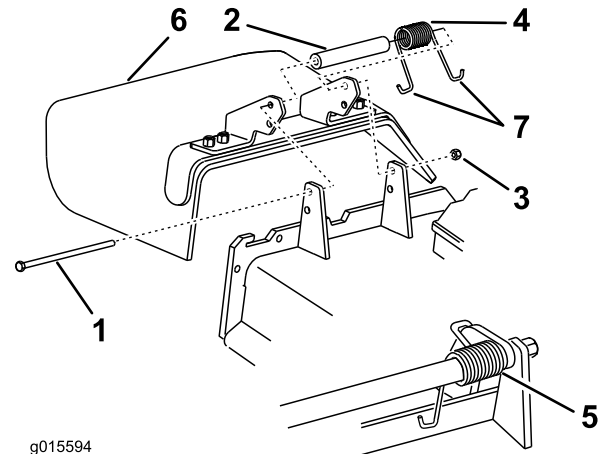

Figure 86
1. Retirez le contre-écrou, le boulon, le ressort et l'entretoise qui fixent le déflecteur aux supports de pivot (Figure 86).
Remarque: Prenez soin de placer 1 extrémité en J du ressort derrière le bord du tablier avant de mettre le boulon en place, comme montré à la Figure 86.
6. Accrochez l'extrémité en J du ressort au déflecteur d'herbe (Figure 86).